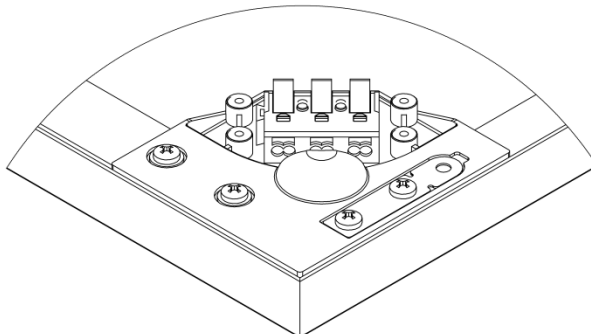

Рисунок 1
- Присоединить провода питания и заземляющий провод к соответствующим зажимам клеммной колодки. Клеммная колодка расположена на задней поверхности светильника (рисунок 1).